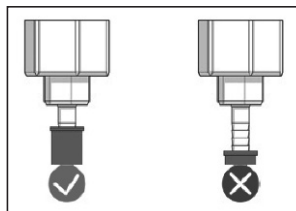

Fig. 5
2. Fixez le ou les connecteurs d'entrée d'oxygène A et B au ou aux débitmètres (voir FIGURE 5). Vérifiez le bon raccordement avant d'activer l'alimentation en gaz.